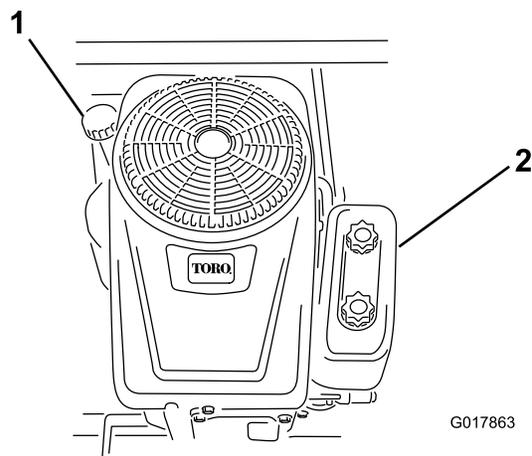

Bild 31
4. Reinigen Sie den Bereich um den Ölpeilstab (Bild 31), damit kein Schmutz in den Einfüllstutzen gelangen und den Motor beschädigen kann.
6. Gießen Sie ca. 80 % der angegebenen Ölmenge langsam in den Einfüllstutzen (Bild 31).